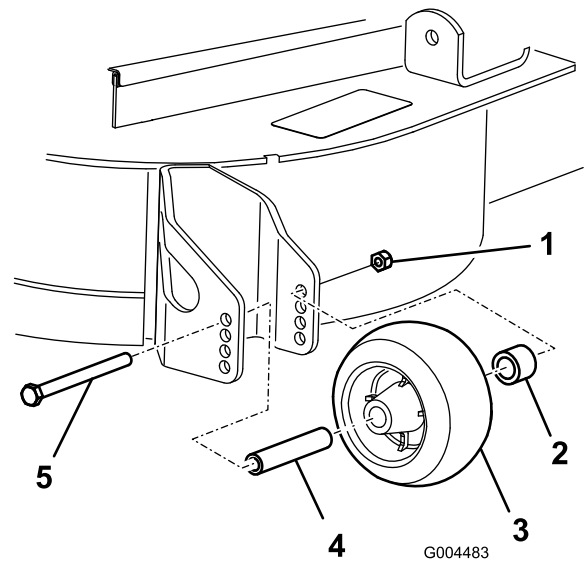

Bild 25
- Nach dem Einstellen der Schnitthöhe sollten Sie die Rollen einstellen. Nehmen Sie die Bundmutter, die Büchse, das Distanzstück und die Schraube ab (Bild 25).
- Setzen Sie die Bundmutter, die Büchse, das Distanzstück und die Schraube ein. Ziehen Sie sie auf 54–61 Nm an (Bild 25).